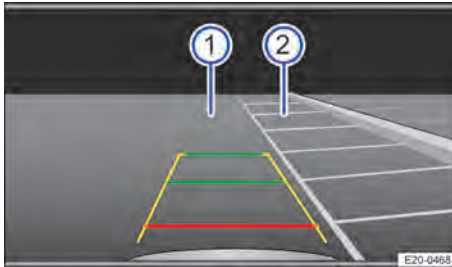

Abb. 128 Bildschirmanzeige im Infotainment-System: Parklücke aussuchen.
1. Vor dem Vorbeifahren an der ausgewählten Parklücke das Bedienfeld für Parkfunktionen (P) → Seite 12 betätigen. Anschließend ggf. die Funktionsfläche (P) im Infotainment-System antippen.
2. Funktionsfläche (P) im Infotainment-System antippen, um den Parkmodus auszuwählen.
3. Fahrzeug vor der Parklücke → Abb. 128 ② positionieren.